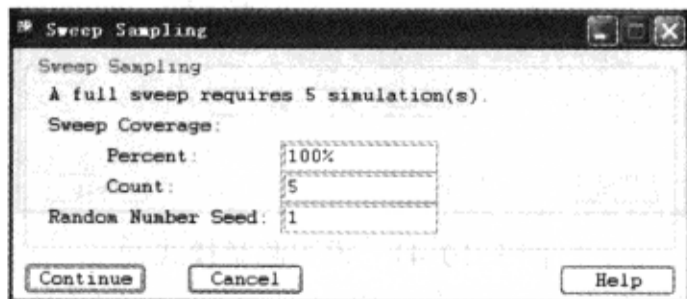

图 3-10-45 “Sweep Sampling”对话框
③ 单击“确定”按钮，关闭提示窗口。
④ 在工作空间单击“IOP5”，IOP2 和 IOP5 被高亮，同时弹出“Sweep Sampling”对话框，如图 3-10-45 所示。